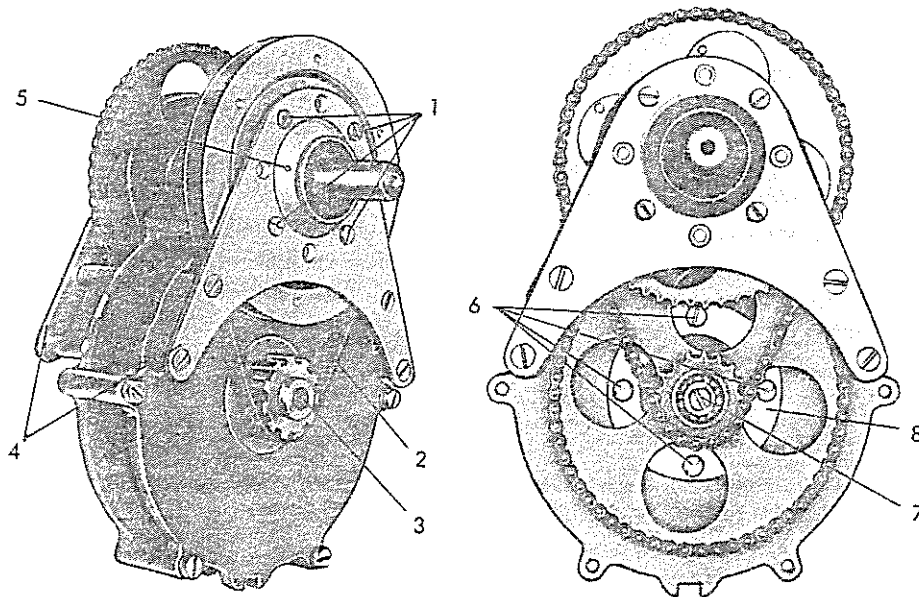

Bild 89. Generatorns utväxlingsanordning från två sidor
2. Kontrollera att gummiremmen (2 på bild 89) är lagom spänd, vilket innebär att den kan tryckas in ca 3 mm mitt emellan remhjulen.